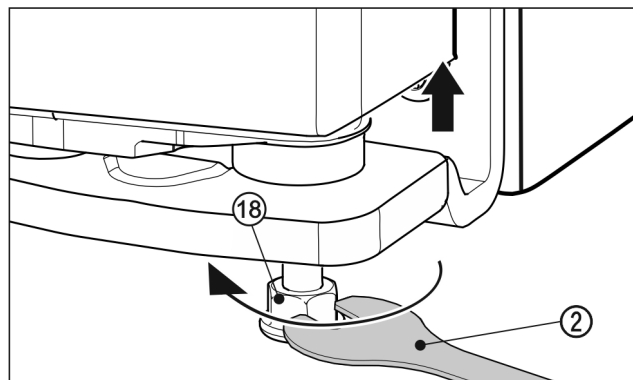

Fig. 33
- Per sollevare la porta svitare il piedino di regolazione Fig. 33 (18) con la chiave fissa in dotazione Fig. 33 (2) ruotando verso destra. Allo stato della consegna il perno di supporto è completamente avvitato.